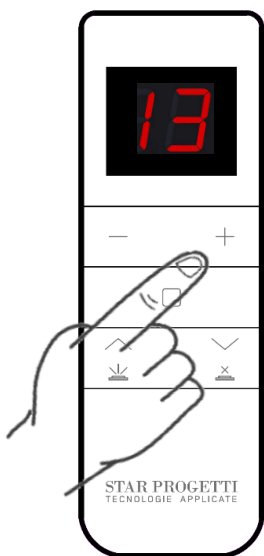

Fig.3
- à l'aide des boutons "+" et "-" sélectionnez le canal 13 Fig. 3 et appuyez ensuite sur le bouton comme indiqué sur la Fig. 4